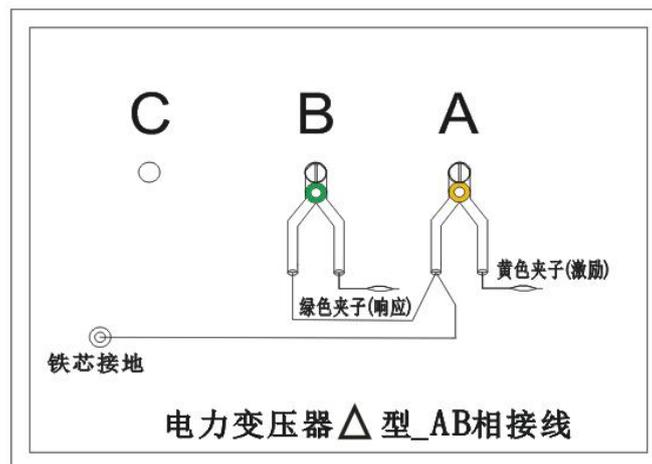

图 10
4.1.4 以上接线完成对三相△形的 AB 相测量接线，如图 10。